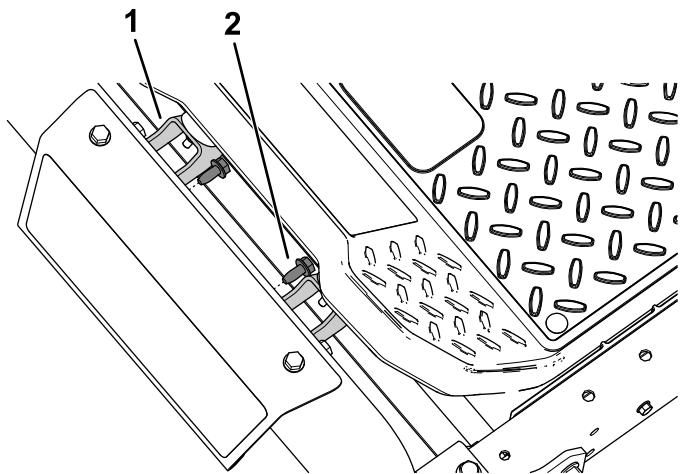

Figura 1
1. Si la máquina está equipada con una **plataforma MyRide™**, retire los 2 tornillos autorroscantes (5/16" x 3/4") que sujetan los soportes del parachoques (Figura 1).